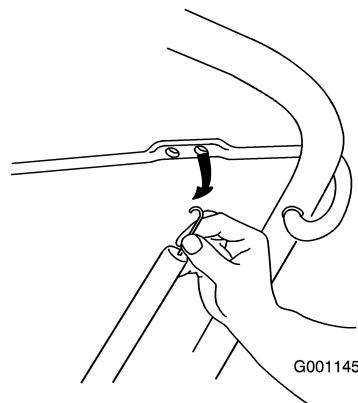

Figure 23
1. Décrochez l'extrémité du ressort du câble de commande de la barre de commande (Figure 23).